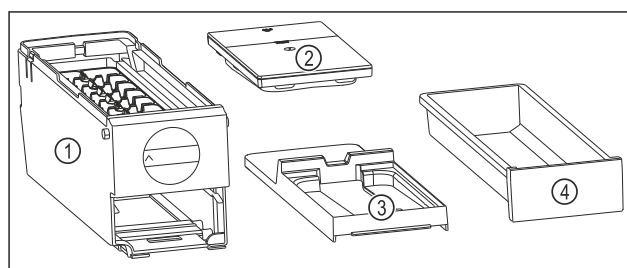

Fig. 146 Bestandteile des EasyTwist-Ice
- EasyTwist-Ice ist in vier Teile zerlegt. (siehe Fig. 146)
- EasyTwist-Ice nur in abgebildete Bestandteile zerlegen. (siehe Fig. 146)
- EasyTwist-Ice-Körper Fig. 146 (1) als Ganzes reinigen.